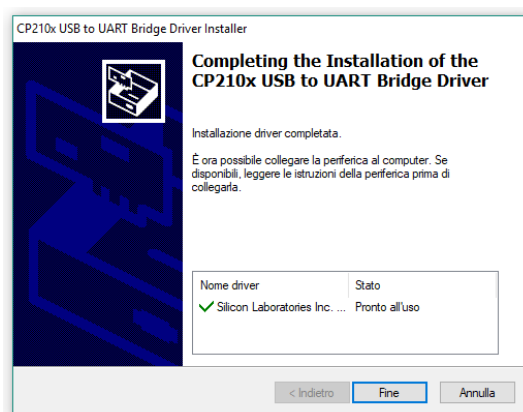

Fig. 2.2-7 Conferma installazione driver
- Cliccare **Fine** per completare l'installazione software(Fig.2.2-7).